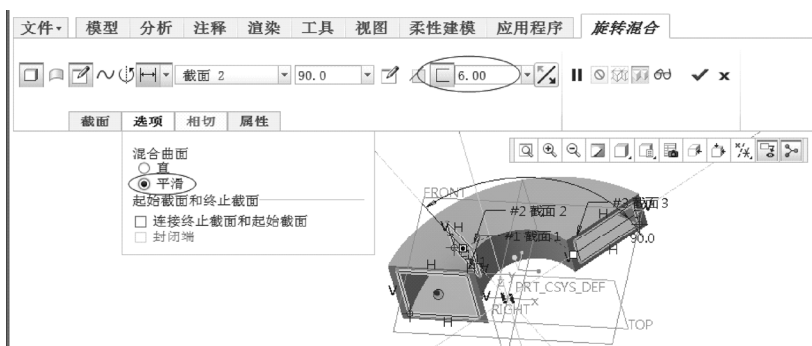

图 4-94 在“旋转混合”选项卡中进行设置
8) 在“旋转混合”选项卡中单击 (创建薄特征) 按钮, 并设置薄壁厚度为“6.00”; 打开“选项”面板, 选择“平滑”单选按钮, 如图 4-94 所示。